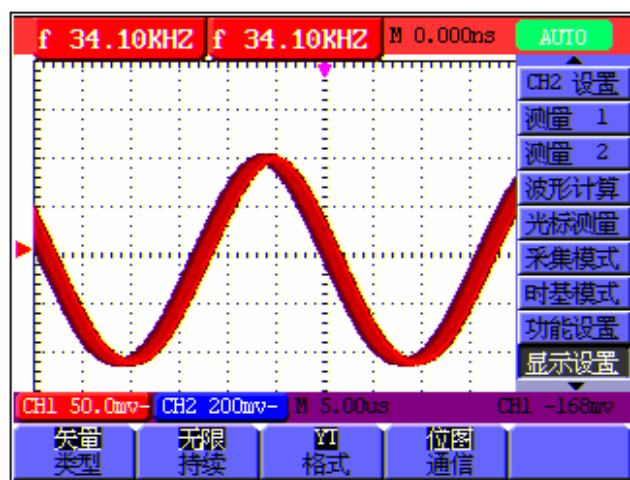

图 15：无限余辉显示
3. 按 **F2** 键，可循环选择 **1 秒**、**2 秒**、**5 秒**、**无限**或**关闭**。这时选择 **无限**，观察的动态信号就可以持续地停留在屏幕上。选择 **关闭**，持续功能关闭。见图 15：